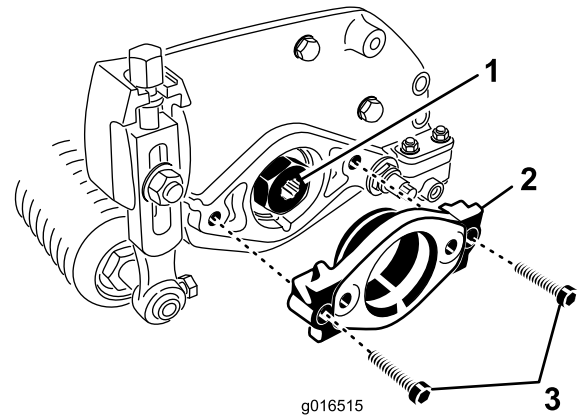

Bild 8
2. Nehmen Sie die zwei Inbusschrauben ab, mit denen die Motorbefestigung links hinten am Mähwerk befestigt ist. Nehmen Sie die Motorbefestigung ab (Bild 8).
3. Schmieren Sie die Antriebskupplung innen mit Fett ein (Bild 8).